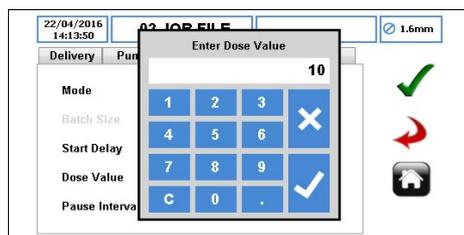

Figure 76 Dose de mémoire affichée
- Définissez la valeur à zéro (n'appuyez pas sur « ✓ ») et appuyez sur le bouton DÉMARRAGE; la pompe commencera alors à distribuer le produit. Lorsque la quantité requise de produit a été distribuée, appuyez sur le bouton ARRÊT; la valeur de dose mémoire s'affichera alors, comme indiqué à la *figure 76*: